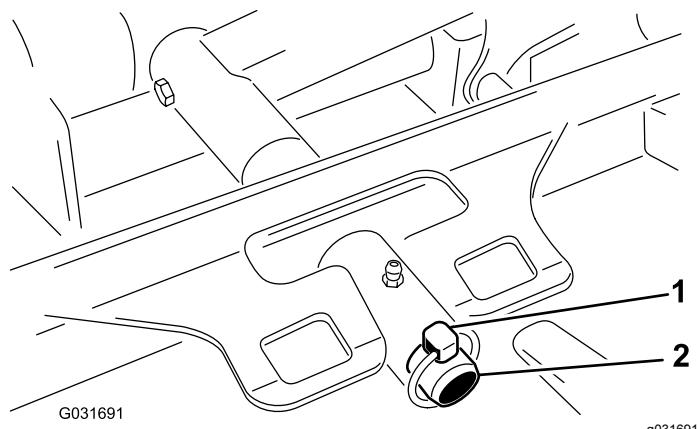

Bild 93
3. Entfernen Sie den Klappstecker, mit dem der Mähwerk Trägerrahmen am Gelenkstift des Hubgestänges befestigt ist (Bild 93).
3. Schieben Sie den Mähwerkträgerrahmen auf den Lagerbolzen des Hubarms und befestigen Sie ihn mit dem Klappstecker (Bild 93).